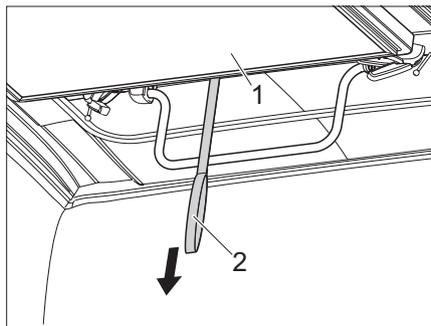

Fig. 36 Abbassamento della cuccetta
- ▶ Abbassare la cuccetta (Fig. 36,1) afferrando la cinghia (Fig. 36,2).
- ▶ Prima di chiudere il tetto sollevabile, abbassare la cucetta (Fig. 36,1). Non abbassare contemporaneamente la cucetta e il tetto sollevabile.